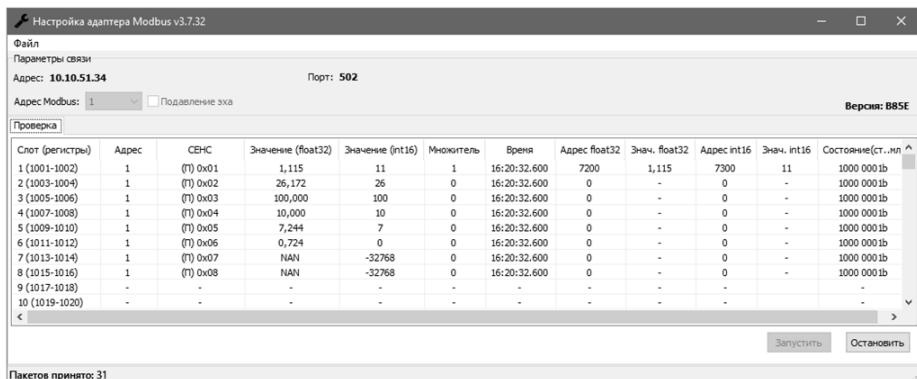

Рисунок 40 – Окно утилиты «Настройка адаптера Modbus»
3.10.17 Для начала проверки нажать кнопку «Запустить». В режиме проверки утилита опрашивает слоты опроса по протоколу «Modbus RTU» и выводит значения параметров преобразователей на экран (рисунок 40). На время проверки, возможность изменения параметров адаптера блокируется. Для остановки проверки необходимо нажать кнопку «Остановить».